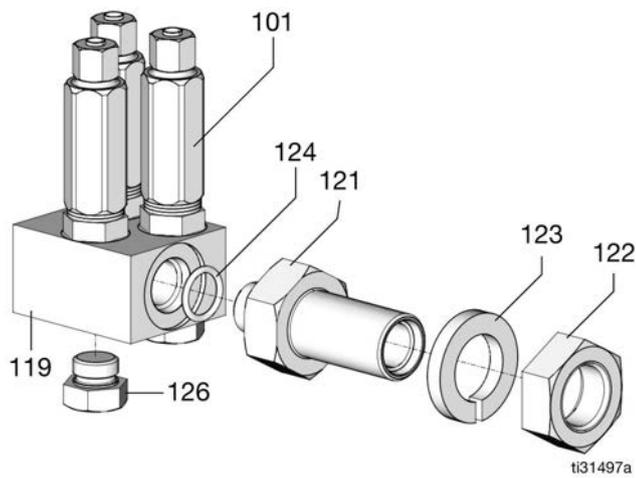
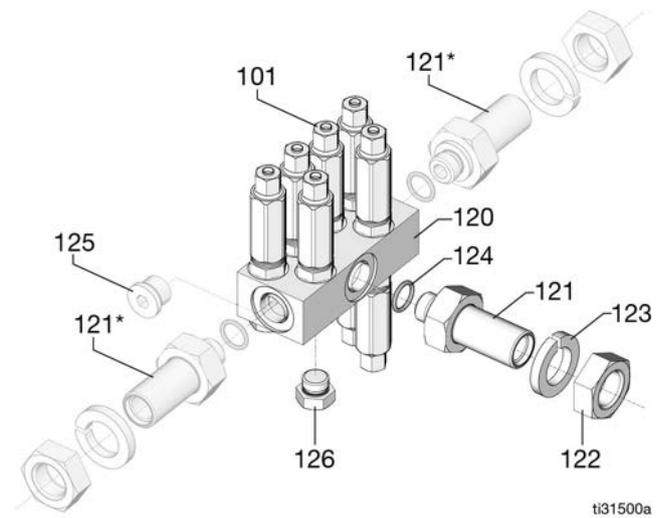
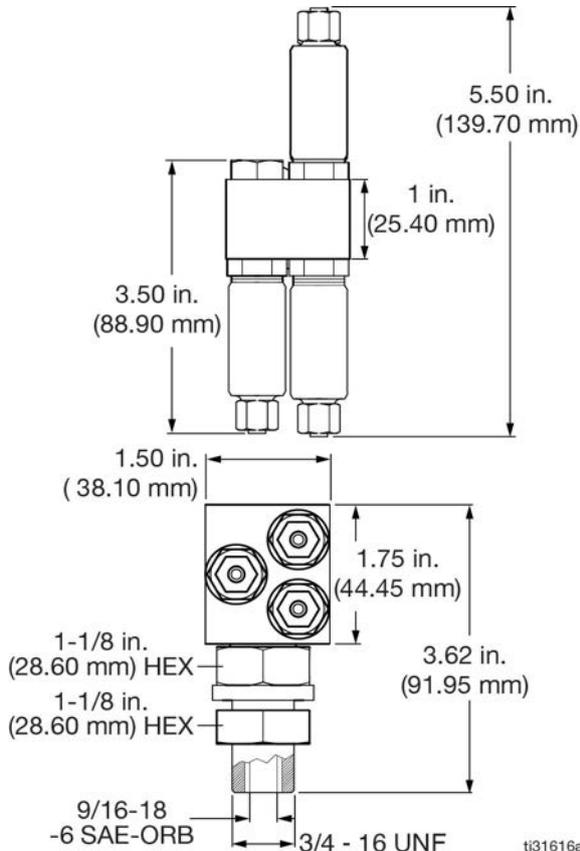

FIG. 39
FIG. 40
FIG. 41
- Colector de 6 puertos: usado en sistemas de lubricación con 6 puntos de lubricación o menos (FIG. 39 y FIG. 41).
- Colector de 12 puertos: usado en sistemas de lubricación con entre 7 y 12 puntos de lubricación (FIG. 39 y FIG. 40).
*En la FIG. 40 el vástago del colector (121) se muestra montado en el puerto inferior. También puede montarse en los puertos laterales.
1. Instale el vástago del colector (121) y la junta tórica (124) en el puerto de entrada del colector del inyector (119 o 120) (FIG. 39 and FIG. 40, página 54).
2. Utilice tapones (126) para bloquear los puertos que no se usen del colector del inyector (FIG. 39 and FIG. 40, página 54). Asegúrese de que la junta tórica esté puesta en el tapón. Si necesita puntos de lubricación adicionales, puede retirar estos tapones y cambiarse por inyectores y líneas de lubricación del tamaño apropiado.